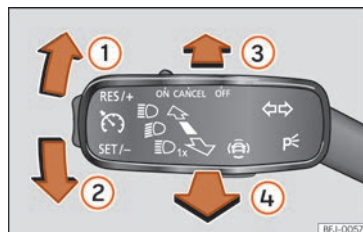

Fig. 94 Manipulo dos indicadores de mudança de direção e dos máximos.
- A partir da posição base, pressione para a frente o manípulo dos indicadores de mudança de direção e de máximos » **Fig. 94 (3)**. Quando aparece a luz  no ecrã do painel de instrumentos, o assistente de máximos está ligado.
- **OU:** com a luz de máximos ligada, puxe para trás o manípulo dos indicadores de mudança de direção e de máximos »» **Fig. 94** .